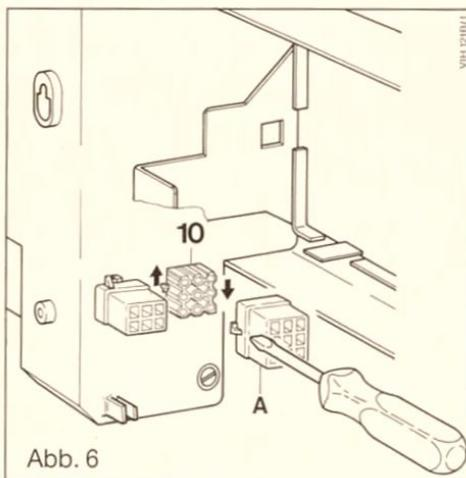

Abb. 6
(Anschluß an Kessel mit Anschlußstecker siehe Abb. 6)
Am Kessel die obere Abdeckplatte abnehmen. Blindstecker (A) mit geeignetem Werkzeug entfernen. (Abb. 6).
Das siebenadrige Kabel mit neunpoligem Stecker vom VIH zum Kessel führen und mit dem vorhandenen neunpoligen Stecker (10) verbinden. (Abb. 6).